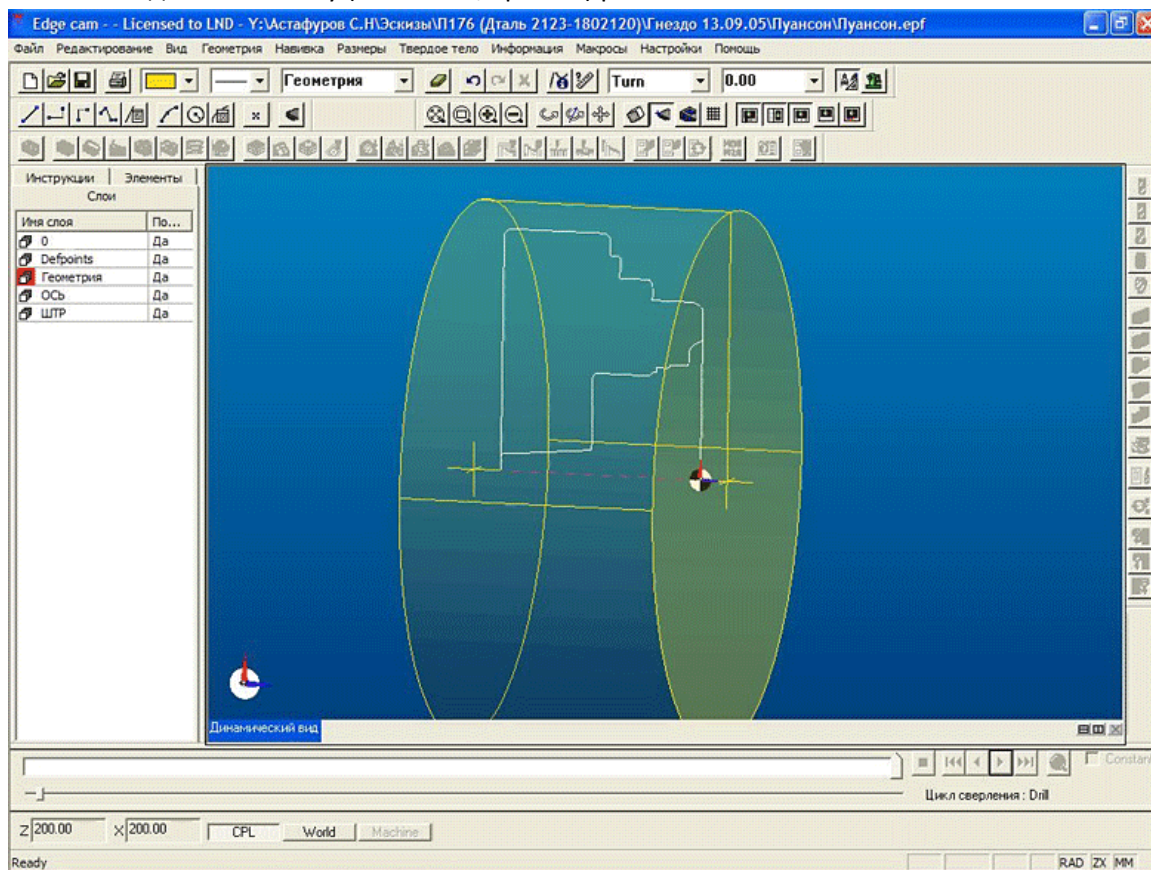

Рис. 3. Edgescam. Создаём заготовку.
4. Создаём заготовку (Заготовка/Крепёж) рис.3